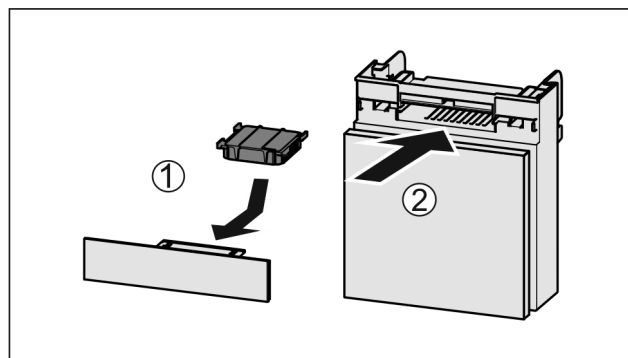

Fig. 76
- ▶ Insérer le filtre à charbon actif d'après le schéma Fig. 76 (1).
- ▶ Insérer le compartiment Fig. 76 (2).